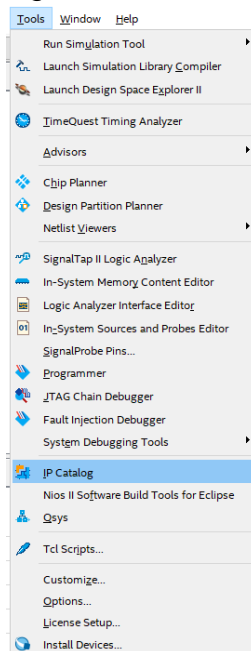

Figura 13. Selección de Catálogo de Propiedad Intelectual.
13. Para agregar el bloque **ADC**, seleccione en el menú **Tools** → **IP Catalog**, como se visualiza en la Figura 13.